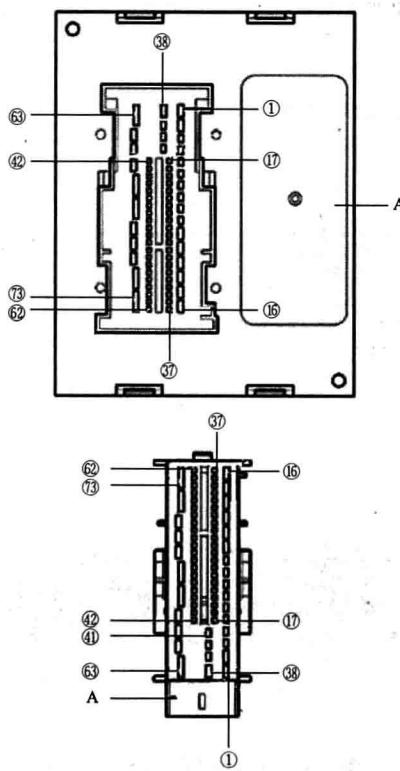

图 1-6 车载电网控制单元端子（仅限带 PR 编号 AW0 的车辆）
(4) 车载电网控制单元 J519
① 带 PR 编号 AW0 的车辆的车载电网控制单元 J519 连接端子如图 1-6 所示。